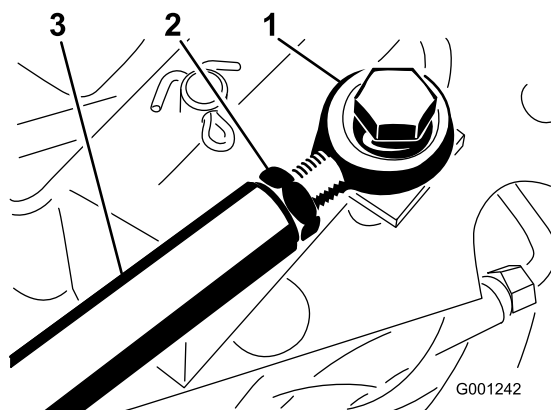

Figura 68
3. Per una maggiore regolazione, regolate l'asta della trazione (Figura 68) come segue.